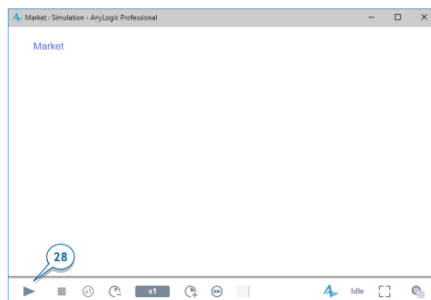

Рисунок 2.20 – Контроль запуску
31. Клацніть на елементі керування *Run* внизу вікна моделі, щоб запустити модель (рис. 2.20).